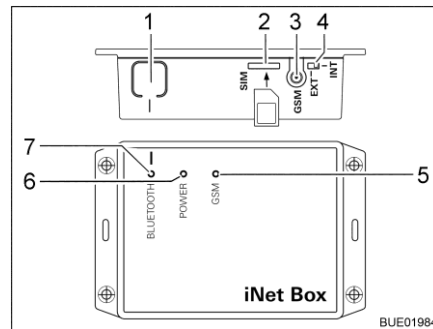

Fig. 189 Truma iNet-Box
- Pulsar la tecla BLUETOOTH (Fig. 189,1) en la iNet-Box por 1 segundo. La Truma iNet-Box estará visible por aprox. 2 minutos en el terminal móvil (nombre: "Truma iNet-Box"). Durante este intervalo, el LED BLUETOOTH azul (Fig. 189,7) estará parpadeando.
- Insertar la tarjeta mini SIM con número de teléfono propio y suficiente crédito cuidadosamente en la ranura (Fig. 189,2) de la Truma iNet-Box del modo mostrado hasta que engatille. El LED GSM rojo (Fig. 189,5) deberá parpadear de manera permanente. Si el LED rojo se apaga después de 20 segundos: Controlar la tarjeta mini SIM.